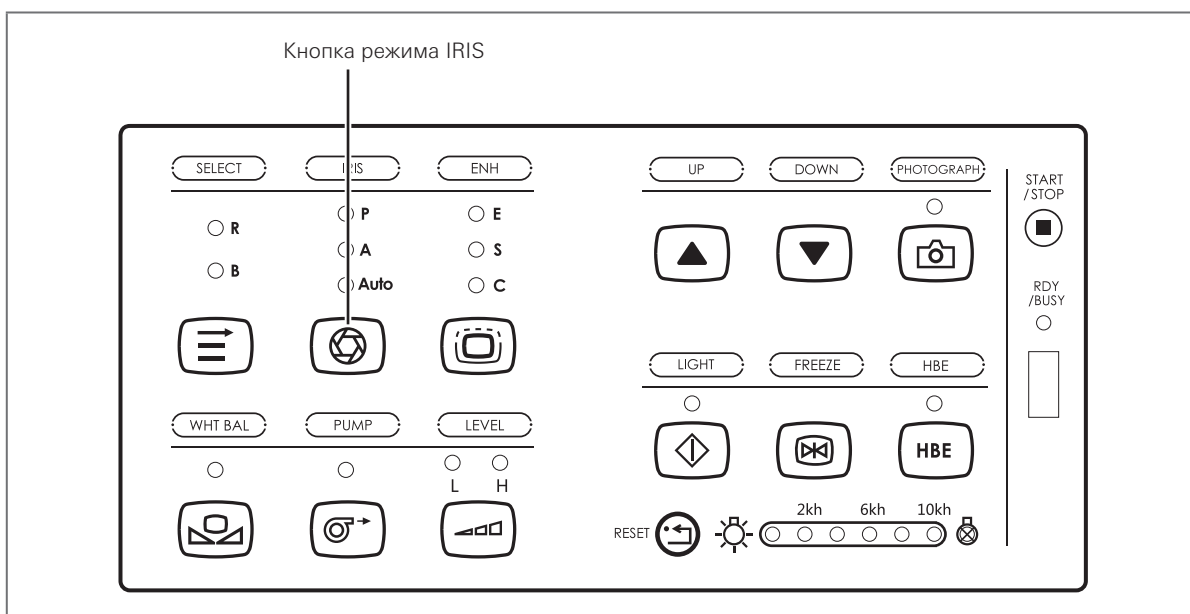

Рис. 4.5
1. Нажмите на кнопку режима IRIS или клавишу F2 на клавиатуре, чтобы выбрать режим IRIS (способ управления экспозицией) (см. рис. 4.5).